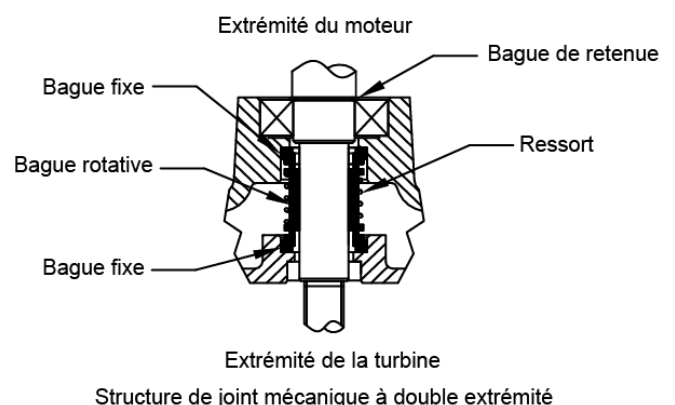

Figure 2
Joint - Manipulez les pièces d'étanchéité avec précaution. Retirez le ressort du joint (28) et la pièce rotative de l'arbre. Examinez toutes les pièces d'étanchéité. Inspectez les surfaces de contact pour déceler des traces d'usure inégales sur les pièces fixes, des éclats et des rayures sur l'une ou l'autre des faces d'étanchéité. **NE JAMAIS** interchanger les composants du joint ni remplacer le joint d'arbre entier (28). (Voir la figure 2)
Assurez-vous que le ressort est logé dans la bague de retenue et qu'il est aligné sur la pièce rotative et non armé ni reposant sur la queue du soufflet. (Voir la figure 2)